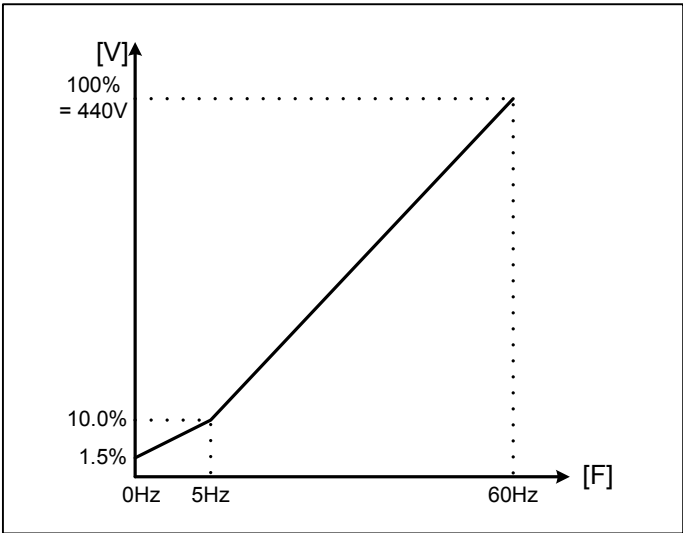

图 7.4-3 V/F 用户曲线设定
►希望输出电压(V)和频率(F)的比率任意调整(参见图7.4-3)